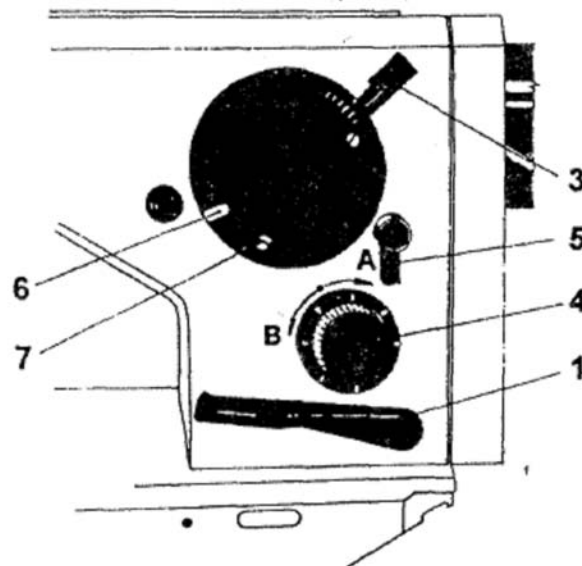

Fig. 7
Перед запуском машины в эксплуатацию, удалите защитную смазку и тщательно очистите машину. Для смазки механизмов машины и челнока рекомендуется использовать масло с коэффициентов вязкости 50 мм .s" при 20 град. Добавляйте масло в отмеченные на рисунке отверстия машины раз в день, перед началом рабочей смены. Также проверяйте уровень масла на индикаторе масляного резервуара челнока. Очистка механизма челнока должна производиться несколько раз в день. Капните несколько капель керосина на загрязненные участки челнока и запустите машину на высокой скорости. Затем остановите машину, удалите грязь и смажьте челнок и все детали его механизма смазочным маслом. Подобная очистка должна производиться раз в день, особенно в конце рабочей смены с целью предотвращения высыхания грязи на деталях челнока. Время от времени используйте ниппель смазочного шприца для смазки валов (рис. 7 таб. 16) и (6 таб. 17). Перед началом очистки машины, заправьте шпульку и извлеките ее из челнока. Раз в неделю машина должна быть полностью очищена от масла и всевозможных загрязнений.
1. Регулировка длины стежка (рис. 7)
2. Регулировка ширины стежка зиг-заг (рис. 7)